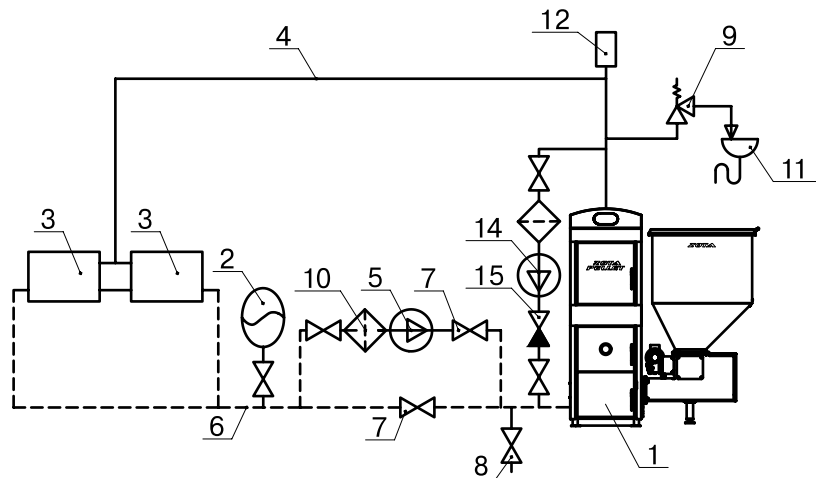
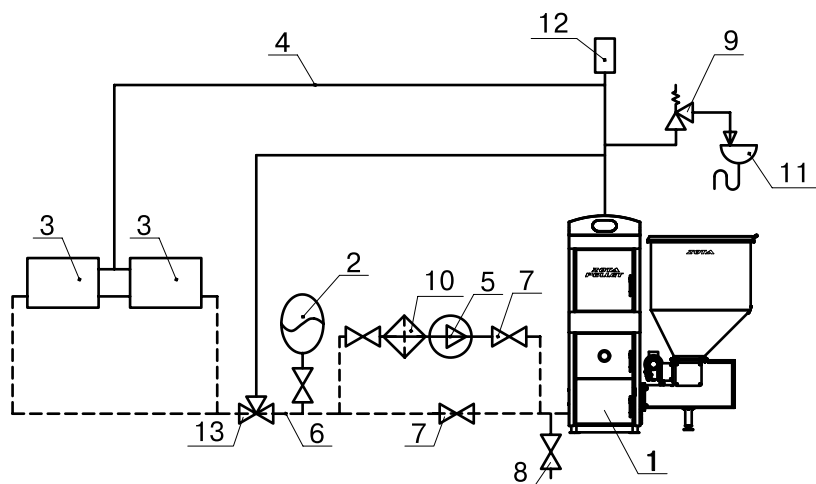

Рис.8 Схема закрытой системы отопления (рециркуляционная система с насосом)
Рис.9 Схема закрытой системы отопления. (рециркуляционная система со смесительным клапаном)
8.2.2. При наличии стука в системе необходимо немедленно прекратить горение в топке, дать остыть воде до температуры 70°C и выяснить причины возникновения стука. После устранения причин стука, долить систему водой через кран (поз. 8 рис.8) и вновь растопить котел.
8.2.3. В зимнее время, если потребуется прекратить топку на срок свыше 5 часов необходимо, во избежание замерзания, полностью освободить котел и систему отопления от воды, через сливные краны (поз. 8 рис. 8) или (поз 7 рис. 9).
6.5. В закрытой отопительной системе (см. рис.8; 9) котел должен устанавливаться с расширительным баком мембранного типа. Объем расширительного бака зависит от объема системы отопления и рассчитывается при разработке проекта системы отопления.
6.7. Монтаж котла с закрытой системой следует производить в соответствии с принятым вариантом схемы отопления (см. рис.8;9).
6.9 Во избежание конденсации продуктов сгорания в котле и повышения долговечности котла и дымохода отопительный котел должен быть оборудован рециркуляционной системой или смесительным устройством, поддерживающим температуру теплоносителя на входе в котел выше 65°С, (точка росы продуктов сгорания) (см. рис.8;9). Для монтажа системы рециркуляции на задней стенке котла предусмотрены патрубки (поз.22; 23) Рис.2.